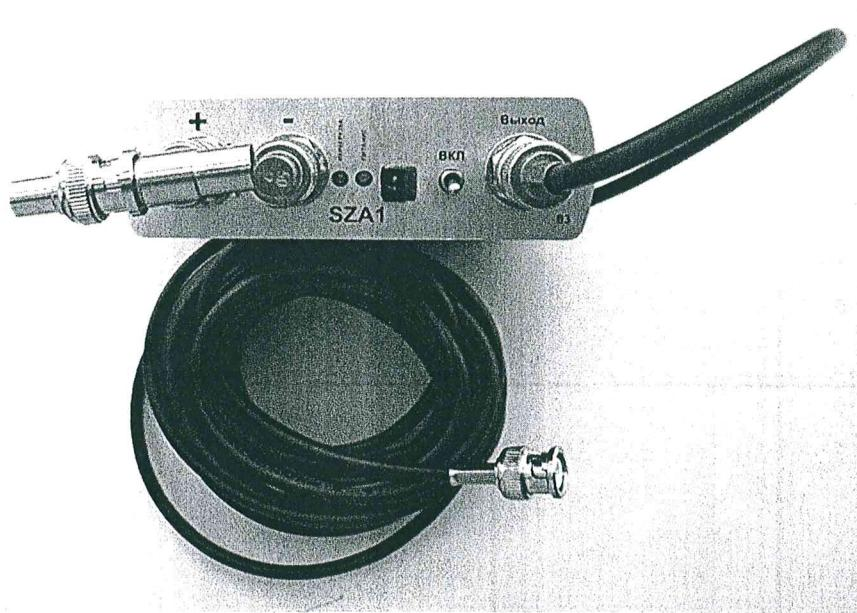

Рисунок 25 - Измерительный усилитель.
6.2.2 Подключить измерительный усилитель (см. Рисунок 25) к измерительному модулю с помощью специального кабеля и переходника BNC/TNC. На вход усилителя подключить осциллографические щупы (см. Рисунок 26).